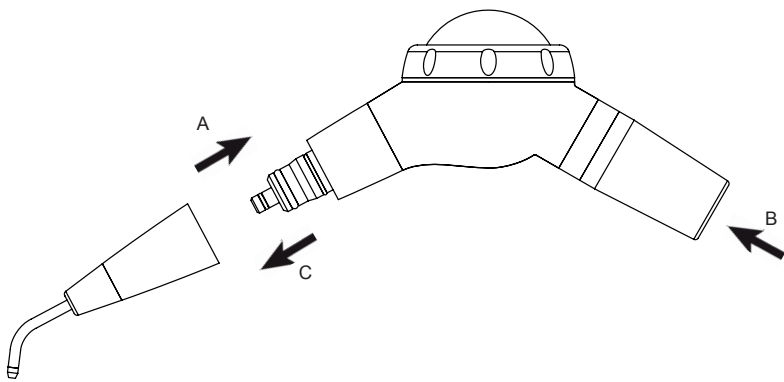

Fig. 3
- 1 Introducir el terminal anterior limpiador, (estéril), (Fig.3 - Ref.A), llevándolo hasta el tope.
- 2 Conectar el "easyjet pro" a la turbina de la unidad dental, (Fig.3 - Ref.B).
- 1 Desconectar el terminal anterior del limpiador del cuerpo "easyjet pro", (Fig.3 - Ref.C).
- 4 Conectar el terminal limpiador anterior al cuerpo "easyjet pro", (Fig.3 - Ref.A).
- 1 Desconectar el terminal anterior limpiador del cuerpo del “easyjet pro”, (Fig.3 - Ref.C).
- 1 Desconectar el terminal anterior limpiador del cuerpo "easyjet pro", (Fig.3 - Ref.C).